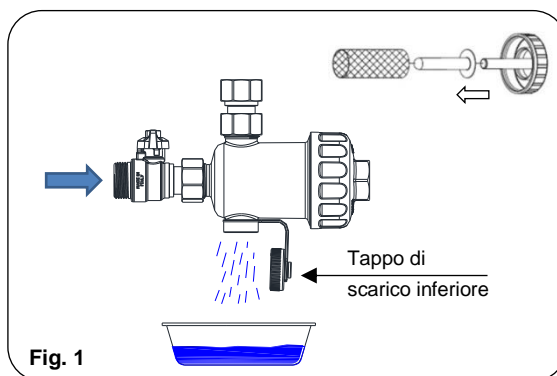
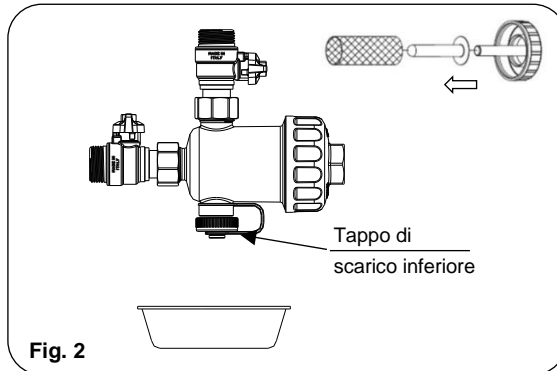
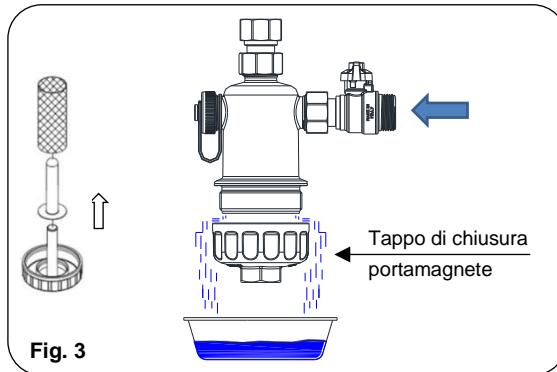
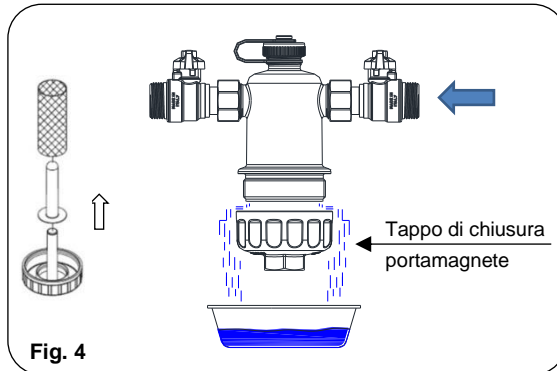

Fig. 1
Fig. 2
Fig. 3
Fig. 4
Svitare con attenzione il tappo di scarico inferiore. L'acqua comincerà gradualmente a defluire (Fig. 1 / Fig. 2).
Nel caso di installazione del filtro in verticale (Fig. 3 e Fig. 4), svitare direttamente il tappo portamagnete aiutandosi con una chiave da 29 mm.
N.B.: Nelle configurazioni di installazione mostrate in Fig. 2 e Fig. 4, intercettando entrambe le valvole a sfera e scaricando la pressione presente nel filtro mediante il tappo di scarico, è possibile rimuovere integralmente il filtro al fine di facilitare gli interventi di manutenzione.